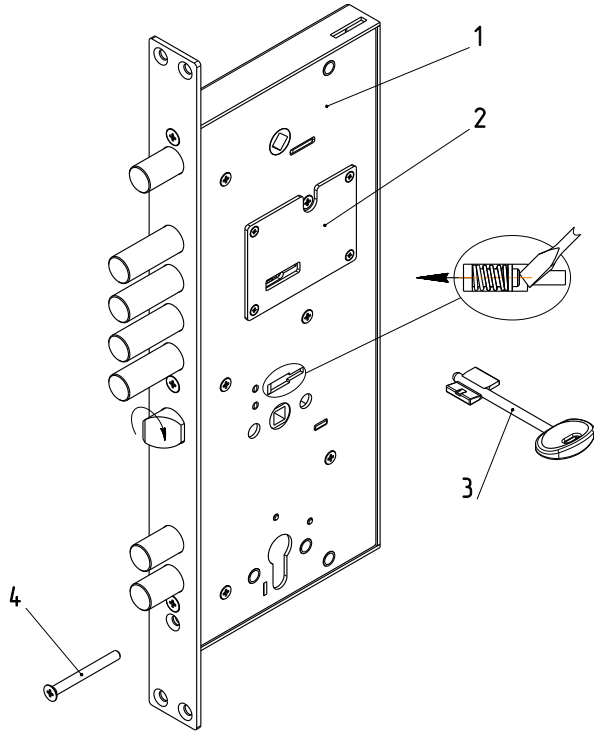

Рис.1
Комплектность замка приведена в таблице и показана на рис. 1.
4.1. Внешний вид и установочные размеры замка показаны на рис.1, 2.
5.3. Установить при необходимости защелку в соответствующее положение для правой или левой двери путем ее выдвигания из корпуса отверткой через паз в крышке замка и разворота на 180° вокруг своей оси (см. рис.1).